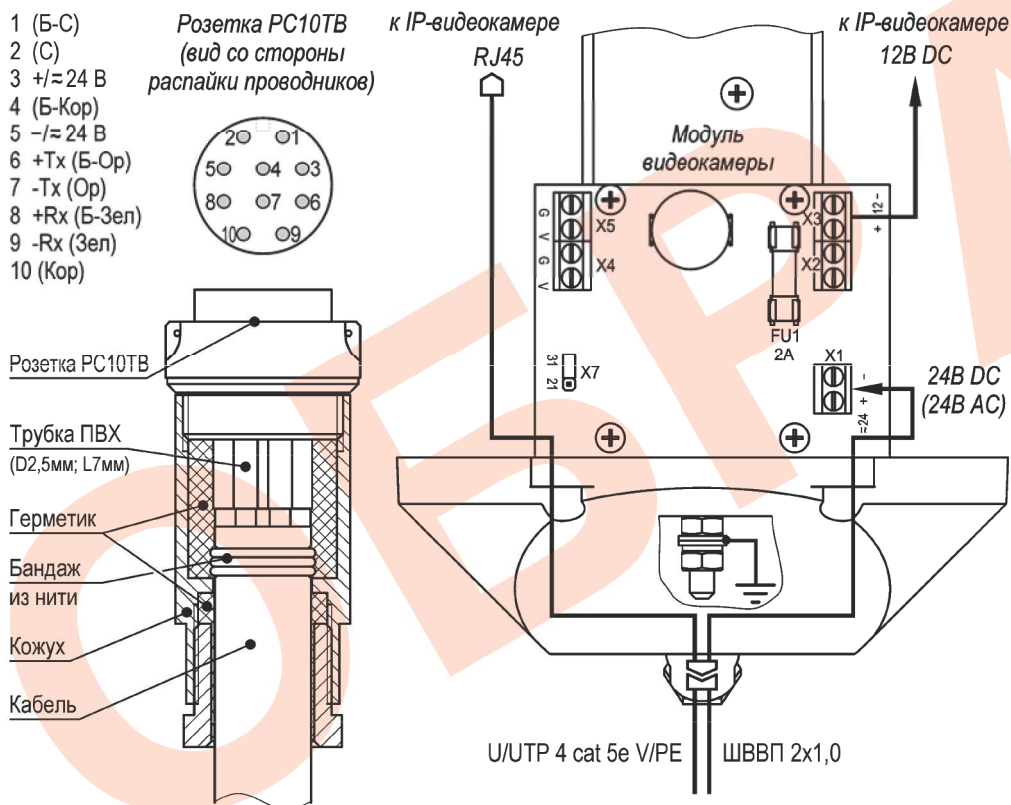

Рис.2 Распайка разъема PC10TV и схема подключения IP-видеокamеры
1. Распаять ответную часть разъема PC10TV согласно требованиям к электромонтажу в соответствии с рис.2. После распайки разъем заполнить герметиком кремнийорганическим.
5. При необходимости изменить мощность обогрева, выкрутить 4 винта крепления задней крышки гермобокса, выдвинуть модуль видеокamеры из кожуха и установить джампер X7 в нужное положение (рис.2). Установить модуль видеокamеры обратно в кожух. Закрутить 4 винта крепления задней крышки с усилием $5\pm 0,5$ Нм.
Предприятием изготовителем джампер X7 установлен в положение «31» - мощность обогрева 31 Вт, для изменения мощности на 21 Вт джампер X7 необходимо переставить в положение «21» (см. рис.2).